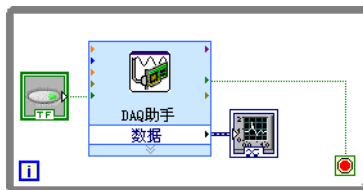

图 4-2 “读取电压” VI 的程序框图
7. 单击**是**按钮。LabVIEW 可在程序框图上放置 While 循环，“DAQ 助手” Express VI 和图形显示控件位于循环内。While 循环的停止按钮与“DAQ 助手” Express VI 的**停止**输入端相连。Express VI 的**已停止**输出端与 While 循环的条件接线端相连。程序框图如图 4-2 所示。